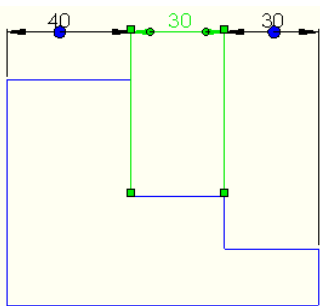

图 8-86 显示对齐的尺寸
2. 在设定对齐的尺寸上单击鼠标右键，在系统弹出的快捷菜单上选择“显示对齐”选项，则与其有对齐关系的尺寸上会出现一个蓝色的圆点，如图 8-86 所示。